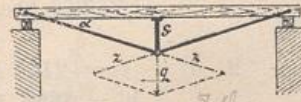

Fig. 26.
6. a) Auf die Stütze s eines einfach armierten Trägers (Fig. 26) wird der vertikale Druck $q = 2500 \text{ kg}$ übertragen. Wie groß ist die Zugspannung z in den schmiedeeisernen Zugstangen, wenn $\sphericalangle a = 18\frac{1}{2}^\circ$ ist?